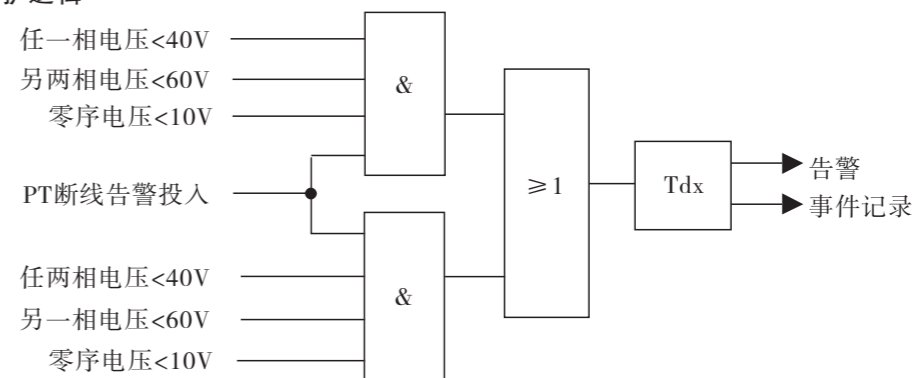

图 7-4 PT断线告警保护逻辑框图
YZ100-DR装置内部带直流防跳回路，其背板端子图说明参照附图7-4。
- YZ100-DR背板端子图及开孔图(附图7-4);
附图7-4: YZ100-DR背板端子图及开孔图